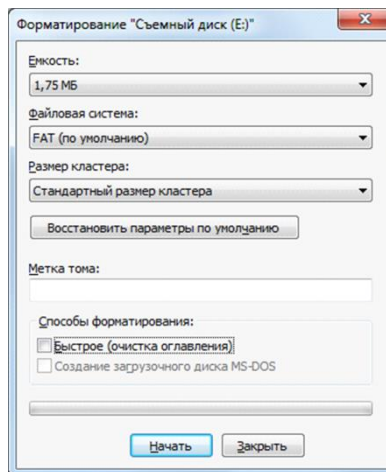

Рис. 10.4. Форматирование съемного диска
6. В открывшемся окне *Форматирование* нажмите кнопку *Начать* (рис. 10.4).